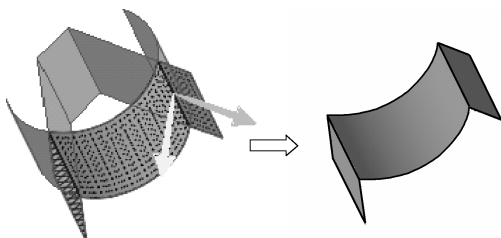

图 8-80 改变第1面组保留侧
(4) 单击对话框中的按钮，表示第1组曲面要保留的侧的黄色箭头反向，图形区模型预览和合成曲面如图8-80所示。